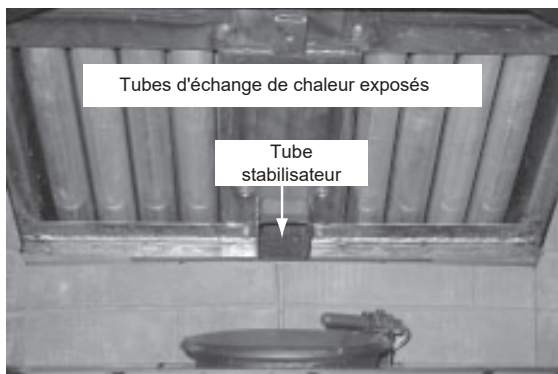

Figure 22.1
- a. Utilisez un aspirateur industriel pour aspirer les cendres volantes et la suie des tubes d'échange de chaleur et de la zone de la boîte à feu (**Figure 22.1**).